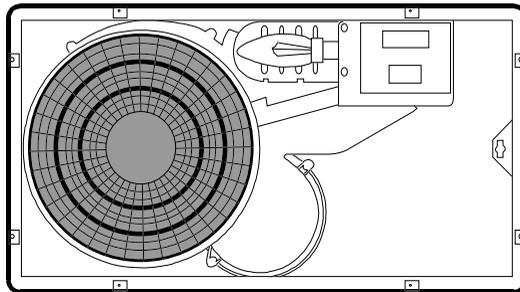

Fig. 3 - Abb. 3 - Obr.3
3. **Si le filtre à charbon n'est pas encore installé**, installez-le au-dessus de la grille de protection de la turbine du moteur puis tournez le filtre à charbon dans le sens des aiguilles d'une montre (Fig. 3).